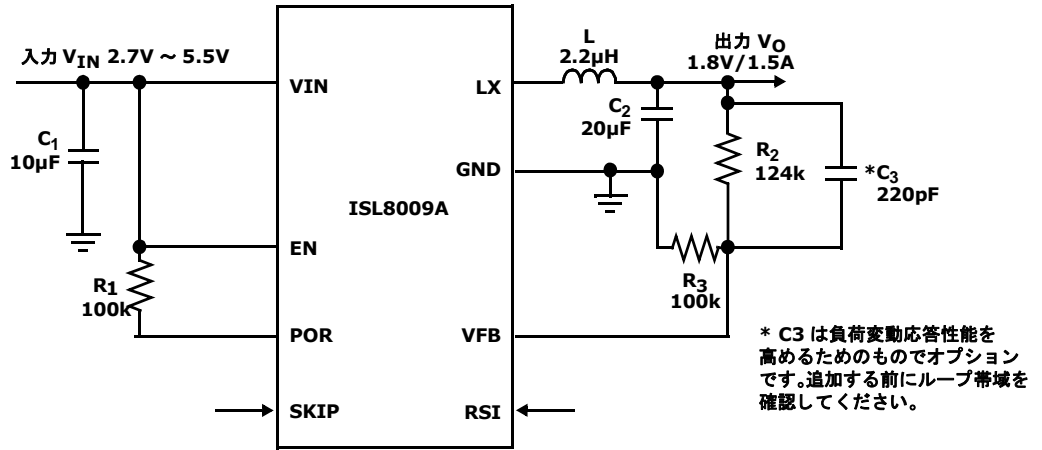

図 24. 代表的なアプリケーション例
出力電圧は図 24 に示すように抵抗 R₂ と抵抗 R₃ を用いて設定します。出力電圧は式 (2) で求めます。